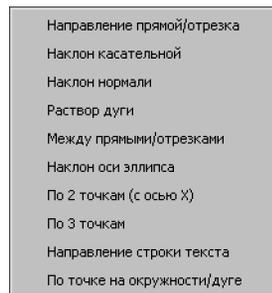

Рис. 16.4. Меню Геометрического калькулятора при задании угла
5. Вызовите контекстное меню в поле угла наклона первой оси эллипса. Это меню содержит команды Геометрического калькулятора для задания угла (рис. 16.4).